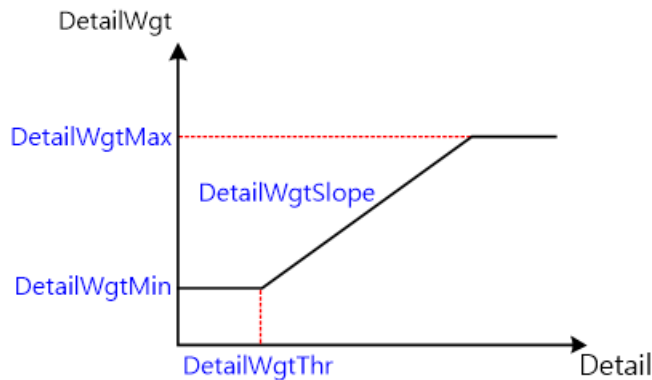
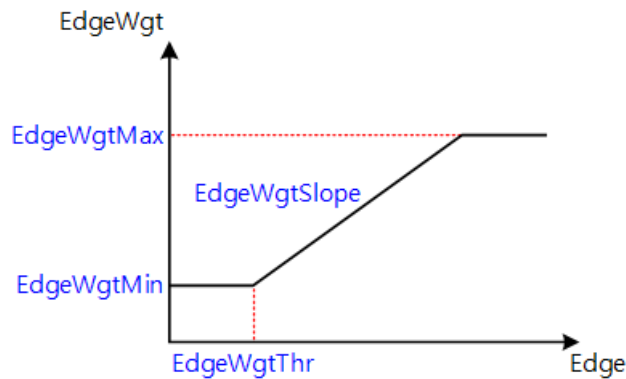

图 5.17: 细节平滑时的细节大小 Detail 和平滑强度 DetailWgt 的关系曲线
图 5.18: 边缘平滑时的边缘强度和平滑强度 EdgeWgt 的关系曲线
**步骤 4.** 通过调试参数 **DetailSmoothStr** 来减少 Demosaic 由于受到 sensor 感光特性以及噪声等因素，影响方向的判断，在进行插值时所造成的伪细节，特别是常发生在高度密集的线条纹理区域。伪细节抑制功能可以使细节等表现更加自然。**DetailSmoothStr** 越大，细节平滑功能越强，但增加过多会导致细节损失。如图 5.17 所示，在进行细节平滑的同时，通过参数 **DetailWgtThr** 和 **DetailWgtSlope** 分别决定细节平滑的范围和强度，并且以 **DetailWgtMin** 和 **DetailWgtMax** 控制细节平滑程度的上下限。另外，如图 5.18 所示，可以调节参数 **EdgeWgtThr** 和 **EdgeWgtSlope** 根据边缘强度分别决定平滑作用范围和强度以及 **EdgeWgtMin** 和 **EdgeWgtMax** 控制平滑强度的上下限。